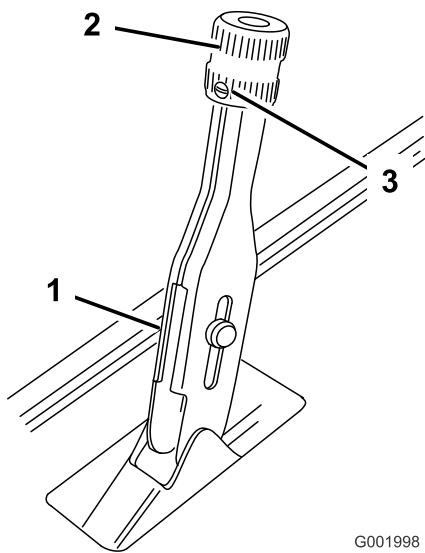

Bild 62
1. Lockern Sie die Stellschraube, mit der das Handrad am Feststellbremshobel befestigt ist (Bild 62).